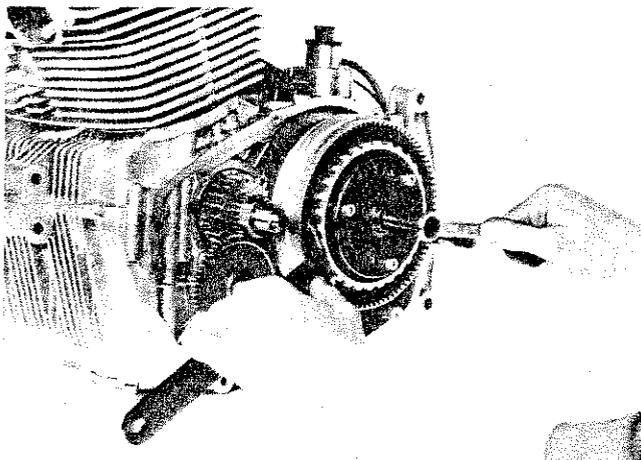

Fig. 114
- 11) Applicando ora alle colonnette del disco conduttore l'apposito attrezzo speciale, ed usando sempre l'attrezzo di bloccaggio, estrarre il disco conduttore che è lievemente forzato sull'albero (Fig. 114).
- 11) Pull out the clutch hub, that is a snug fit on the mainshaft, fitting to the hub pillars the proprietary puller, and holding the hub with the special tool (Fig. 114).